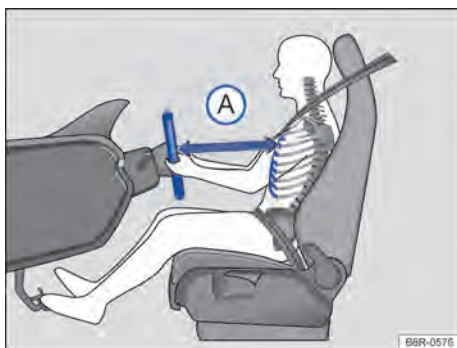
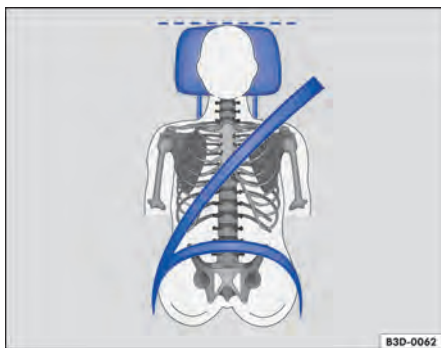

Fig. 29 A distância correta entre o condutor e o volante (A) deve ser de, no mínimo, 25 cm.
Fig. 30 Posição correta do cadarço do cinto de segurança e ajuste correto do apoio para cabeça.
- Ajustar o banco de modo que a distância entre ele e o tórax tenha no mínimo 25 cm → Fig. 29 **(A)** e que o condutor possa segurar o volante pela borda externa com as duas mãos e os braços ligeiramente dobrados.
- Ajustar o banco do condutor na direção longitudinal de modo que os pedais possam ser acionados com as pernas ligeiramente arqueadas → Fig. 29.
- Para os assentos com apoio para cabeça: ajustar o apoio para cabeça de modo que a sua borda superior se encontre preferencialmente na mesma linha da parte superior da cabeça → Fig. 29 e → Fig. 30 – porém não abaixo da altura dos olhos. Posicionar a parte posterior da cabeça o mais perto possível do apoio para cabeça.
Ajustar a distância correta entre o condutor e o volante → Fig. 29 com ajuda do comando do banco do condutor → Página 41.